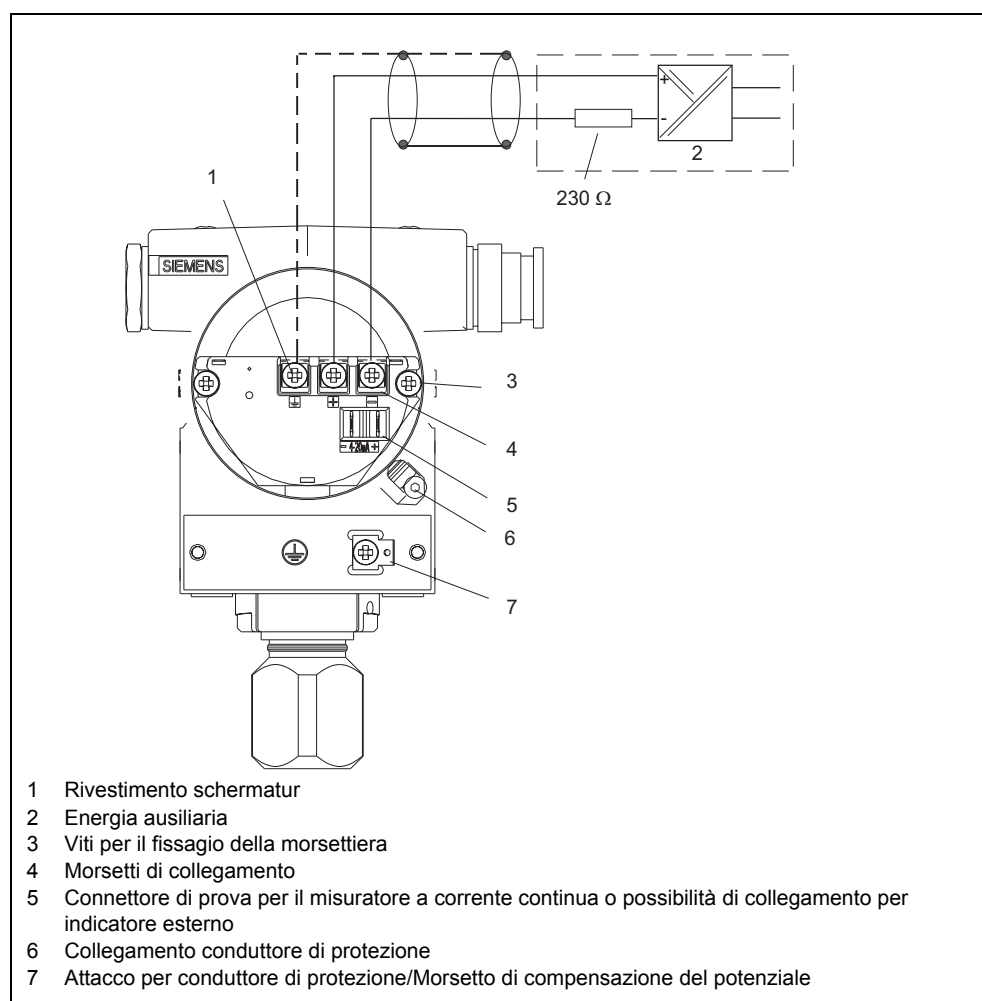

Figura 22 Collegamento elettrico, schema
3. Collegare i fili ai morsetti "+" e "-" (Figura 22, pag. 167) osservando la polarità!
Per una comunicazione senza errori dev'essere presente nel circuito del segnale una resistenza di 230 W (vedere Figura 22, pag. 167). Se vengono usati dei separatori di alimentazione per trasmettitori smart, per esempio il Siemens 7NG4021, la resistenza è già montata all'interno dell'apparecchio (vedi Figura 4, pag. 136).